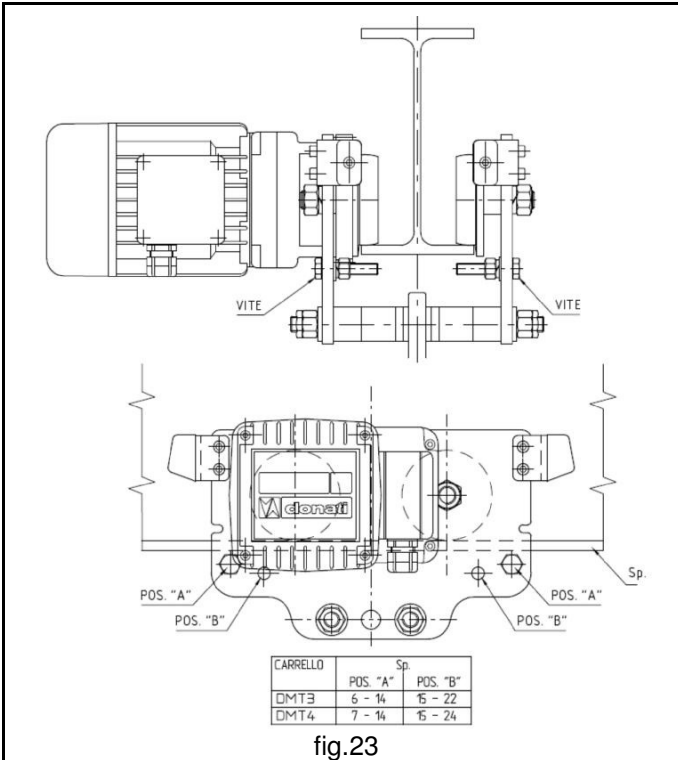

fig.23
- 1 Comprobar que los tornillos antivuelco, de los carros DMT3 y DMT4, estén colocadas en "A" o "B" según el espesor del ala y que el par de apriete sea igual a 50Nm. (fig.23)
- 3 Bajar el palé unos 15 cm para alinear la geometría de las cuatro ruedas en el ala inferior de la viga.(fig.23)